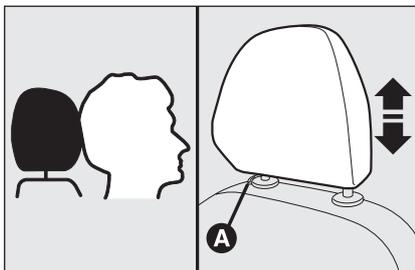

fig. 30
- regolazione verso il basso: premere il tasto **A**-fig. 30 ed abbassare l'appoggiatesta.